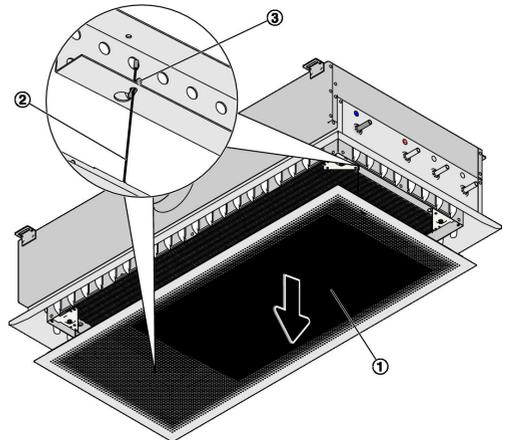

Abb. 14: Induktionsgitter lösen
1. ▶ Zum Öffnen des Induktionsgitters (Abb. 14 /1), das Gitter nach unten ziehen. Um das Gitter vollständig abzunehmen, können die Fangseile (Abb. 14 /2) durch die Sicherheitsbleche (Abb. 14 /3) gelöst werden.
2. ▶ Innensechskantschrauben (SW4) (Abb. 14 /4) der Einstellschiene (Abb. 14 /1) lösen.
- kleine Düse offen (Abb. 14 /2) (DS)
- große Düse offen (Abb. 14 /3) (DB)